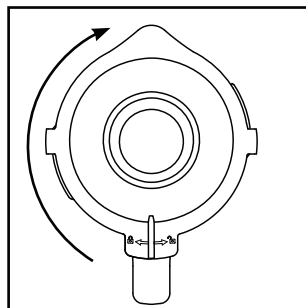

Fig. 2
- 4) Sæt låget ② forskudt på blenderkanden ③ igen. Luk låget ② ved at dreje det med uret til position , indtil det klikker hørbart på plads (se fig. 2).